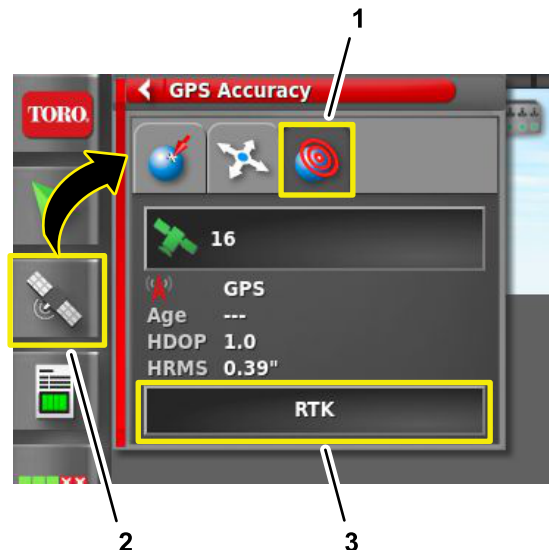

Figura 208
3. Na consola do GeoLink, pressione o ícone INFORMAÇÕES DO GPS (Figura 208).